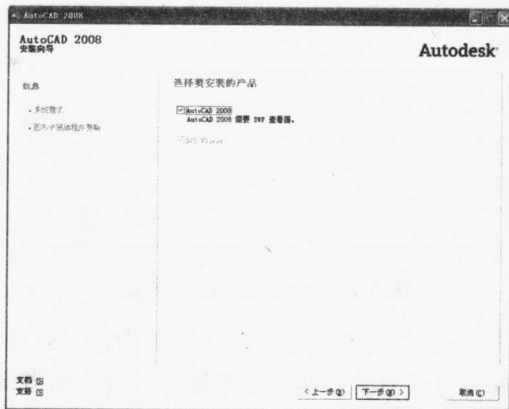

图 1.5 选择安装产品界面
(2) 单击其中的“安装产品”链接项，并在如图 1.4(b)所示的界面中单击“下一步”按钮后将弹出如图 1.5 所示的选择安装产品界面，单击“下一步”按钮。